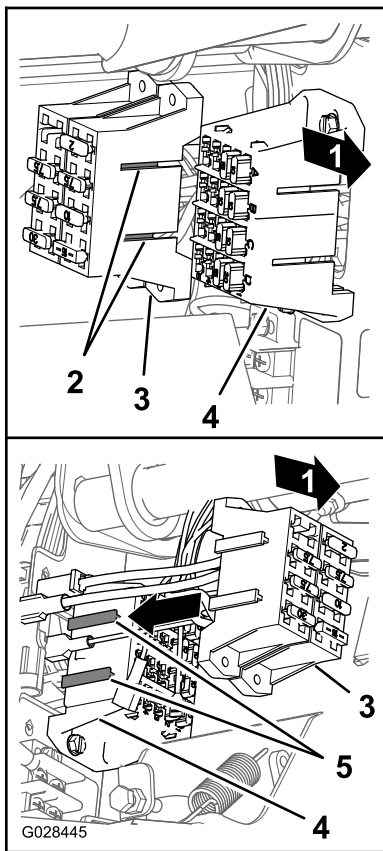

Bild 24
6. Fluchten Sie die T-Anschlussstücke am Sicherungskasten für das Sprühfahrzeug mit den T-Schlitten des Sicherungskastens für die Maschine aus und schieben Sie den Sicherungskasten des Sprühfahrzeugs in die Schlitz, bis der Sicherungskasten einrastet (Bild 24).